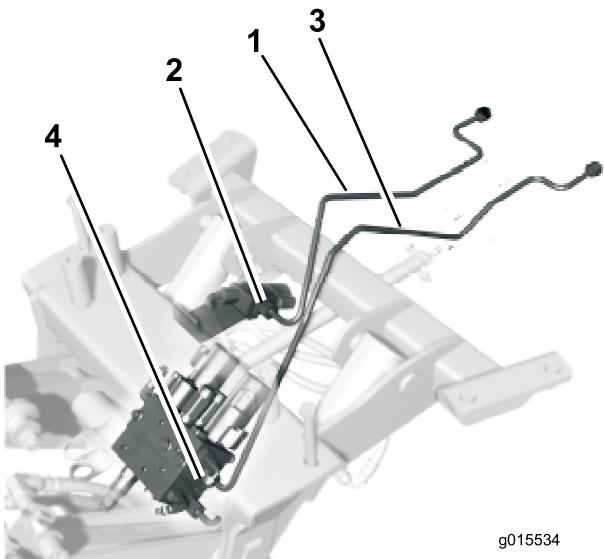

図 4
1. 短い油圧チューブを、バルブの一文字フィッティングに仮接続する図 4。
2. 長い油圧チューブを、マニホールドの一文字フィッティングに仮接続する図 4。
2. 短い方の油圧チューブ・アセンブリ図4を走行コントロール・ロッドの周囲に配置する。